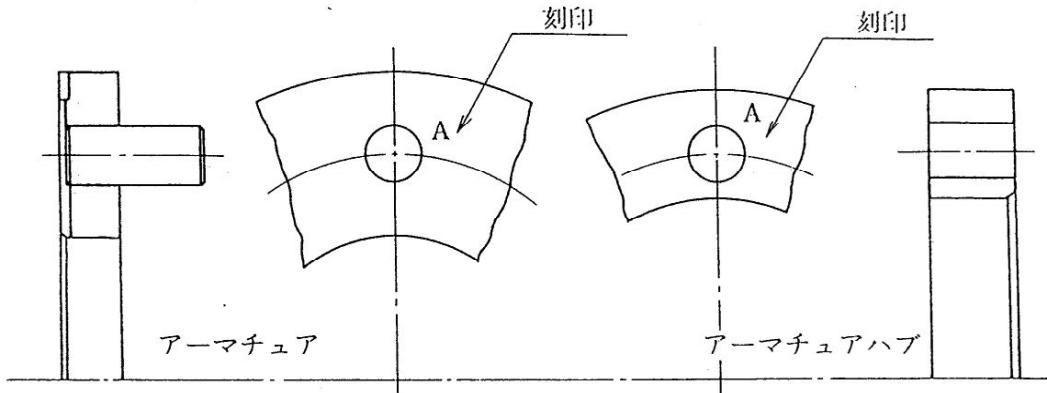

図 3
- ③アーマチュアとロータの軸方向の位置決め即ち取り付け時空隙 g を保持するために使用されるカラーは非磁性材料（ステンレス、黄銅、青銅など）にて製作願います。また、このカラーの外径はアーマチュアの内径より小さくする必要があります。
- ④アーマチュアとアーマチュアハブは組み立て状態で納入されておりますが、万一分解された時アーマチュアに立ててあるガイドピンとアーマチュアハブのピン穴とをはめ合わせる時、図3の合マークの位置ではめ合わせて組み付けてください。